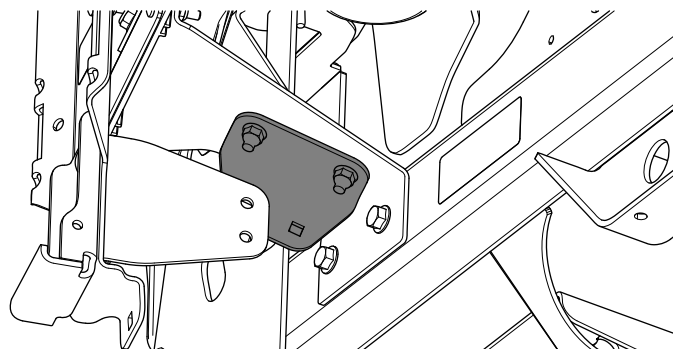

**Figure 9**
4. Fixez le support intérieur au support du carénage à l'aide de 2 boulons de carrosserie (5/16" x 7/8") et 2 écrous (5/16"), comme montré à la Figure 9.